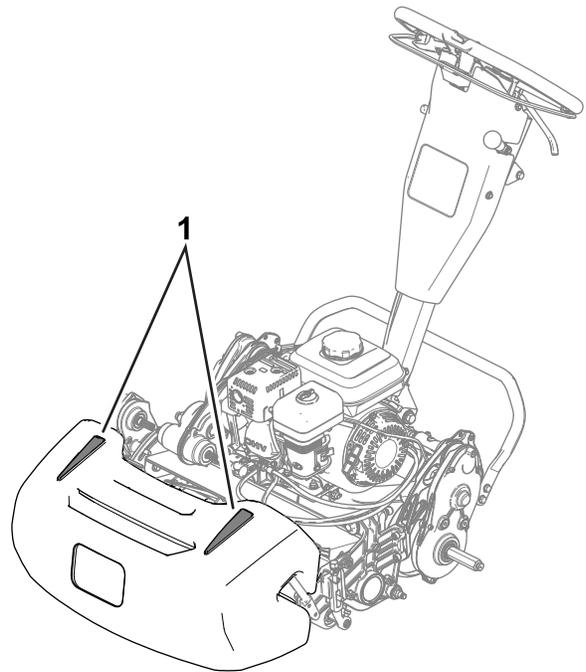

Figure 24
- Pour vous aider à travailler en ligne droite en travers du green et à maintenir la machine à égale distance du bord de la passe précédente, servez-vous des bandes d'alignement sur le dessus du bac à herbe (Figure 24).